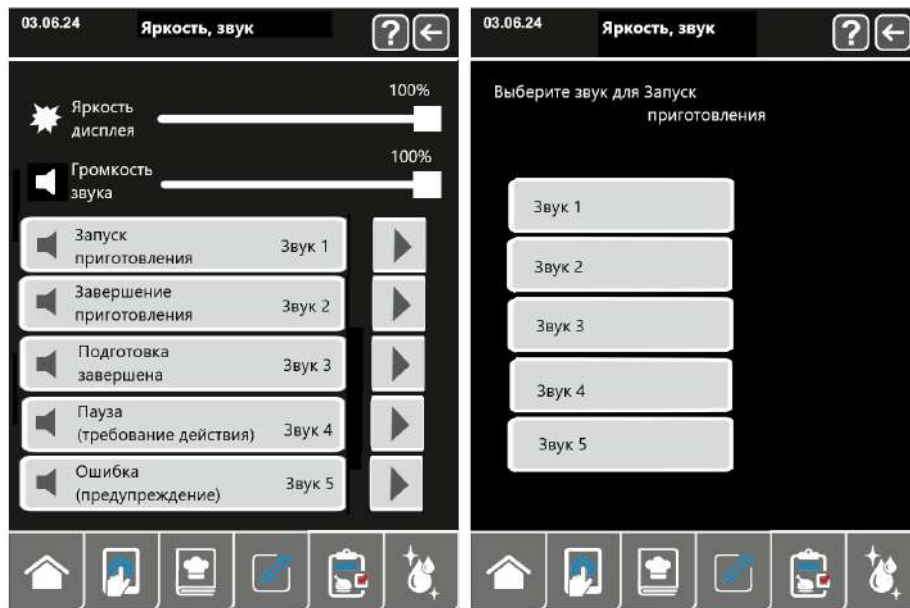

Рис. 15.4 Окно яркость и звук.
5.6.2 На окне «Настройки» нажать строку **Яркость и звук** отобразиться окно «Яркость и звук» рис. 15.4.